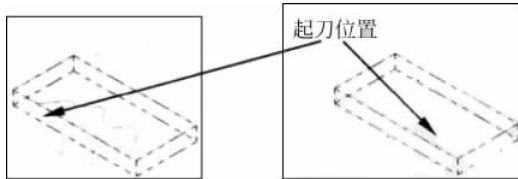

图 5-40 开放刀具起刀位置
- “使用开放轮廓的切削方法”复选框：选中此复选框，开放刀具路径从开放轮廓端点起刀，如图 5-40 所示。